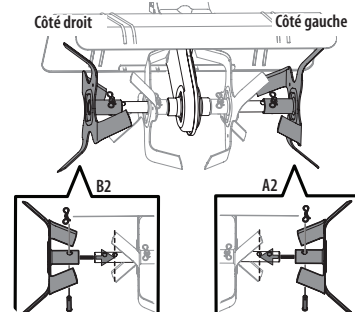

Figure 2
3. Utilisez les deux axes de chape et les deux goupilles fendues fournis dans le sac contenant le manuel. À partir de l'avant du motoculteur, installez les dents extérieures gauche (A2) sur le côté extérieur gauche de l'arbre. Installez les dents extérieures droite (B2) sur le côté extérieur droit de l'arbre. Voir Figure 2.